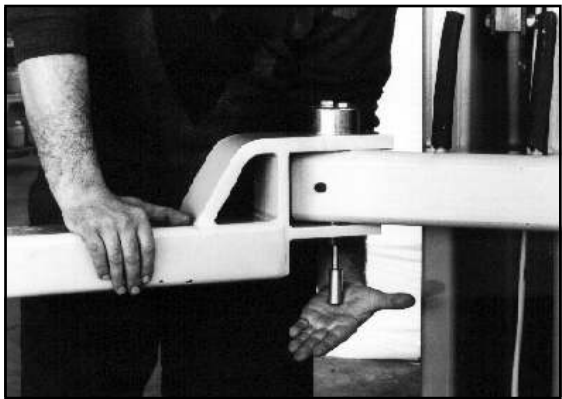

Fig.53
8 - Verificare il corretto funzionamento del dispositivo di bloccaggio bracci, premendo verso l'alto la vite (13) sotto al perno spingimolla (1) e ruotando il braccio in uno dei 2 sensi, così che dopo una breve rotazione il perno ritorni nella sua posizione (Fig.53).
8 - Make sure that the arm locking device works correctly, pressing the spring thrusting pin (1) upwards and turning the arm in one of the 2 directions, so that after a brief rotation the pin returns to its position (Fig.53).